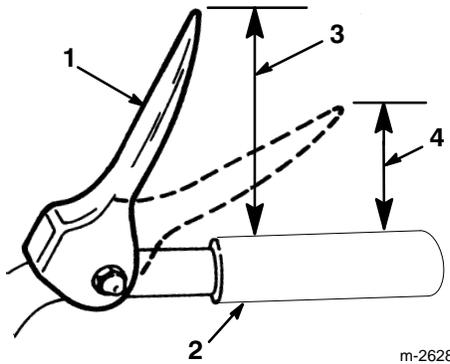

Abbildung 9
- Die Sicherungs-Bundmutter durch Drehen der Antriebssteuerstange nach oben oder unten so einstellen, daß der Abstand zwischen der Oberkante des Handgriffs und der Unterkante des Antriebskupplungshebels ca. 12,7 cm (5") beträgt (Abb. 9).
Die Einstellung ist korrekt, wenn die Räder aufhören, sich rückwärts zu drehen, und der Abstand zwischen der Oberseite des Handgriffs und der Unterseite des Radantriebshebels 7,6 bis 10,2 cm (3-4") beträgt (Abb. 9).